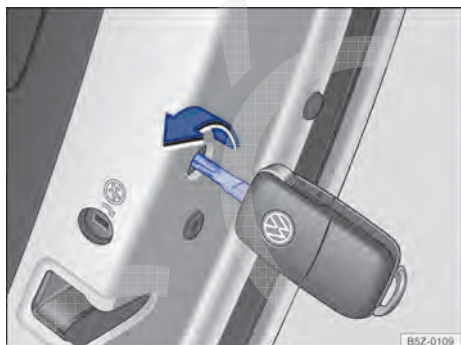

Fig. 160 Travamento de emergência do veículo com a chave do veículo.
- Remover a vedação de borracha na lateral da porta. A vedação está identificada por um cadeado 🔒 → Fig. 160.
- Inserir a haste da chave na fenda → Fig. 160 e girar no sentido horário (para fora do veículo) até o batente.